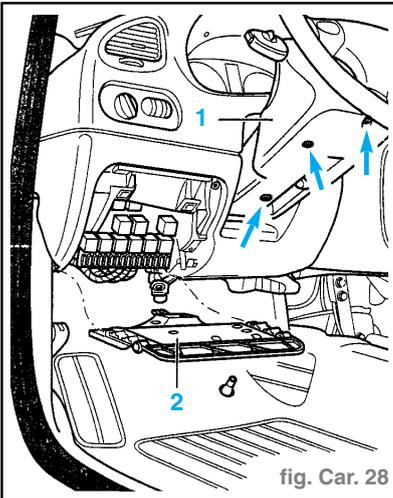
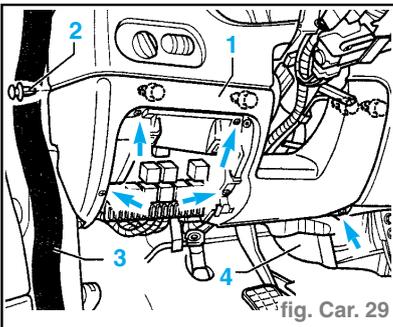

fig. Car. 28
fig. Car. 29
- Retirer le revêtement supérieur (1) du commodo.
- Dévisser les vis -flèches-. (fig. Car. 28)
- Déclipser la partie inférieure du revêtement du commodo (1) et la retirer.
- Extraire le cache inférieur de la plaque porte-relais (2).
- Dévisser les vis à empreinte cruciforme -flèches-. (fig. Car. 29)